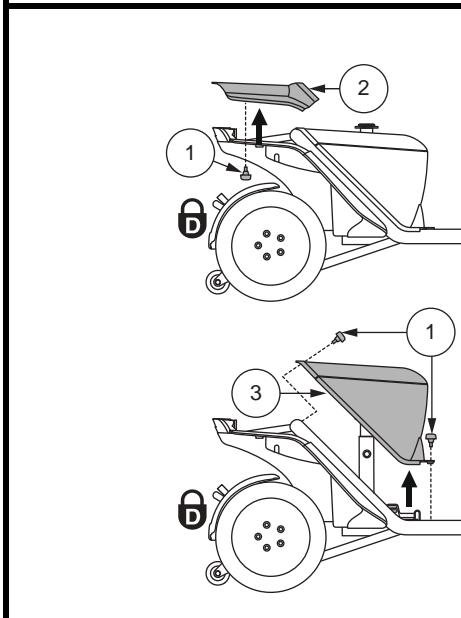

Figura 11. Remoción de la cubierta transera/Instalación
1. Retire el asiento y la carrocería trasera. Ver la figura 11.
- a. Retire la cubierta trasera quitando los dos (2) tornillos de mariposa que la fijan al chasis del vehículo PMR, y luego levante la cubierta en forma recta hacia arriba retirándola del vehículo PMR. Ver la figura 11.
- b. Retire la cubierta de la batería quitando los cuatro (4) tornillos de mariposa que la fijan al chasis del vehículo PMR, y luego levante la cubierta en forma recta hacia arriba retirándola del vehículo PMR. Ver la figura 11.